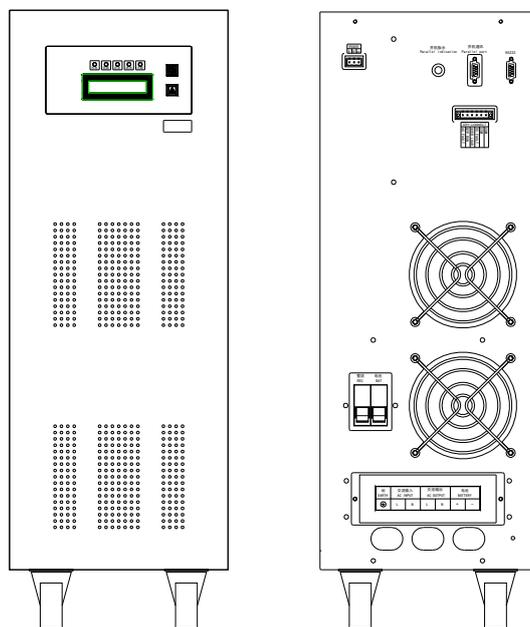

图 3-18
8. 4KVA-8KVA LCD 显示面板立式逆变电源前面板和后面板外观示意图如图 3-18 所示。